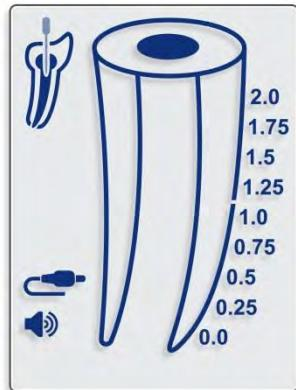

Abb. 4
- 7.4.7. Vor Verbindung des Messkabels mit befestigtem Lippen- und Feilensclip am Patienten, Messkabel in den Geräteanschluss stecken und sicherstellen, dass das Kabelfsymbol auf dem Display angezeigt wird (Abb. 4).